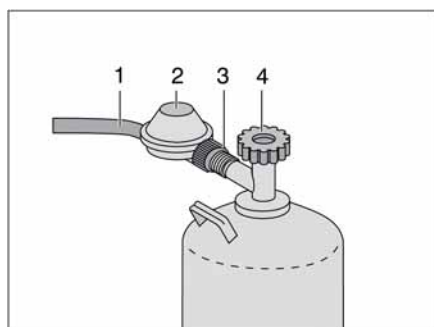

Fig. 206 Conexión de la bombonas de gas
- Cerrar la llave de paso principal (Fig. 206,4) de la bombona de gas. Observar el sentido de la flecha.
- Retener el regulador de presión de gas (Fig. 206,2) y abrir la tuerca moleteada (Fig. 206,3) (rosca a la izquierda).
- Retirar el regulador de presión de gas con la goma del gas (Fig. 206,1) de la bombona de gas.
- Acoplar el regulador de presión de gas (Fig. 206,2) con goma del gas (Fig. 206,1) a la bombona de gas y apretar la tuerca moleteada (Fig. 206,3) con la mano (rosca a la izquierda).